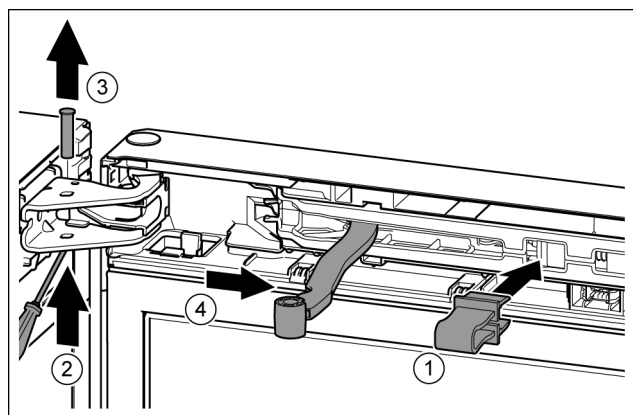

Fig. 10
- ▶ Poistku zaklapnite v otvore. Fig. 10 (1)
- ▶ Čap vysuňte skrutkovačom. Fig. 10 (2)
- ▶ Čap vyberte nahor. Fig. 10 (3)
- ▶ Kĺb otočte v smere dverí. Fig. 10 (4)